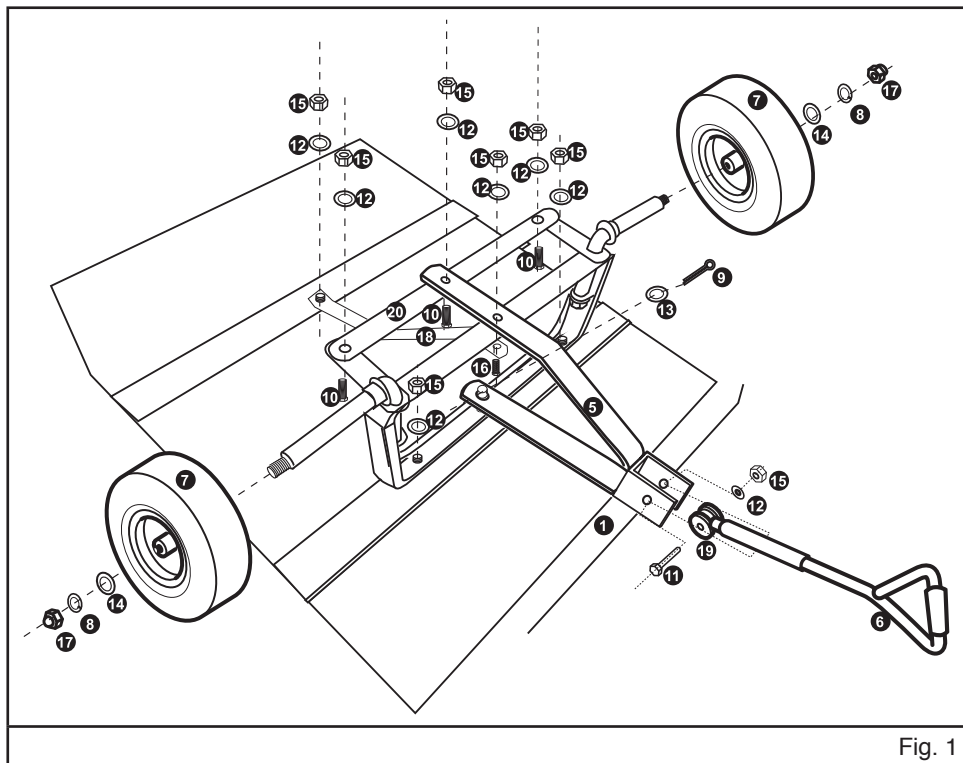

Fig. 1
2. Alignez les trous de boulon du support d'essieu avant (n° 3) avec les boulons de la plateforme et retenez-les au moyen des écrous hexagonaux (n° 15) et des rondelles (n° 12). (Fig. 1) Tous les écrous et les boulons devraient être serrés à la main seulement jusqu'à ce qu'on ait serré l'ensemble au complet.